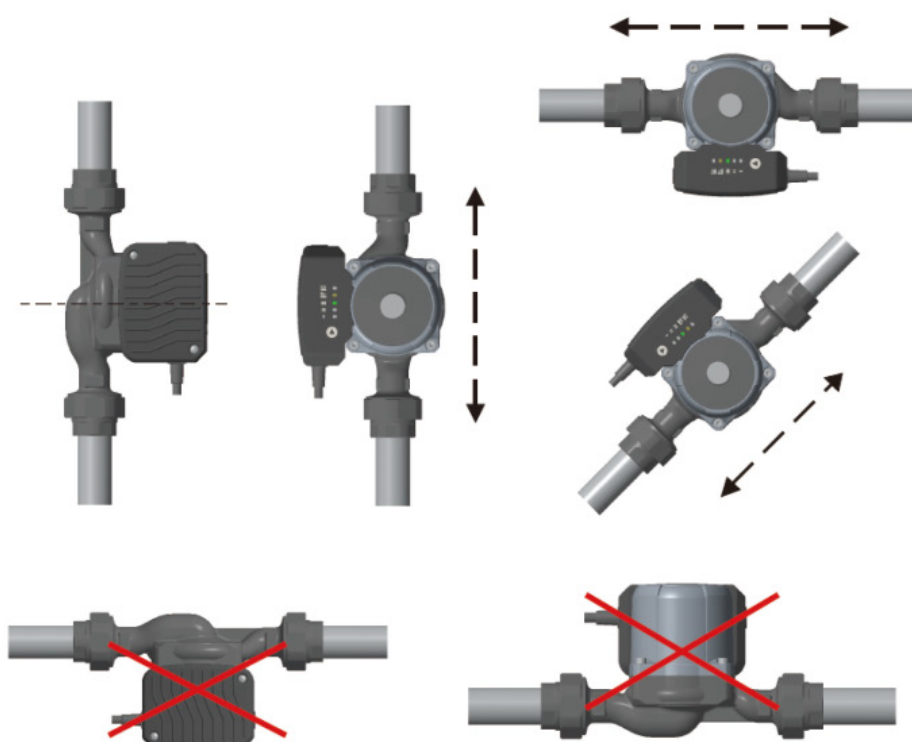

Figura 2
2. Durante la instalación, el eje del motor debe mantenerse horizontal (como se muestra en la Figura 2).